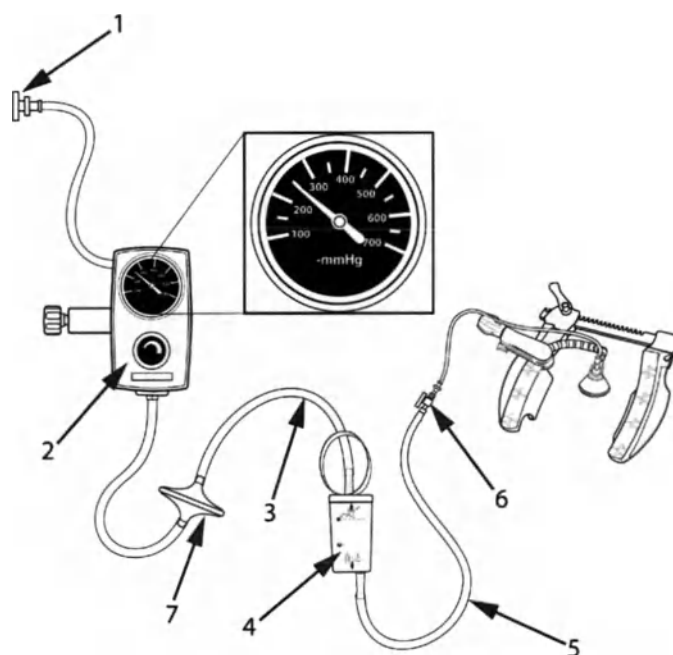

Рис. 5. Вакуумная система для пневмопривода ACROBAT-1
5. Прикрепите ЖЕЛТЫЙ переключник с фиксатором Льюэра комплекта трубок позиционера ACROBAT-4 к ЖЕЛТОМУ переключнику с разъемом Льюэра вакуумной трубки позиционера ACROBAT-4. Прикрепите другой конец трубки комплекта трубок к нижнему зубчатому переключнику контейнера ACROBAT-4 или другого контейнера для сбора жидкости (не входит в комплект). Убедитесь, что задвижка находится в положении закрытого доступа воздуха. Затем комплект трубок с фильтром, подсоединенным к верхней части контейнера, должен быть подсоединен к регулируемому источнику вакуума. Установите для регулятора вакуума 250 mmHg. Правильная установка вакуумных трубок и системы показана на рис. 5.